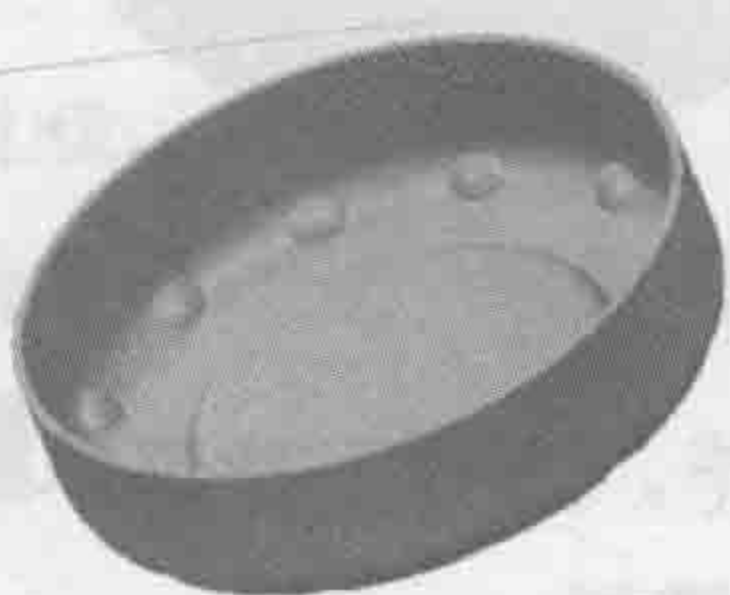
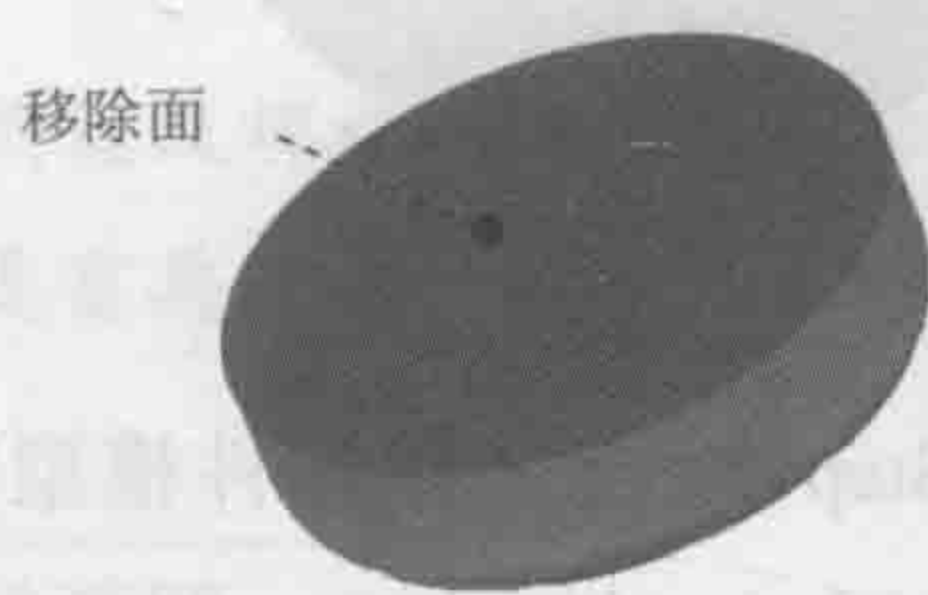

图 1.14 抽壳 1
图 1.15 定义移除面
Step9. 创建图 1.14 所示的抽壳特征 1。在 **修改** 区域中单击 **抽壳** 按钮，在“抽壳”对话框 **厚度** 文本框中输入薄壁厚度值为 5.0；选择图 1.15 所示的模型表面为要移除的面；单击“抽壳”对话框中的 **确定** 按钮，完成抽壳特征 1 的创建。